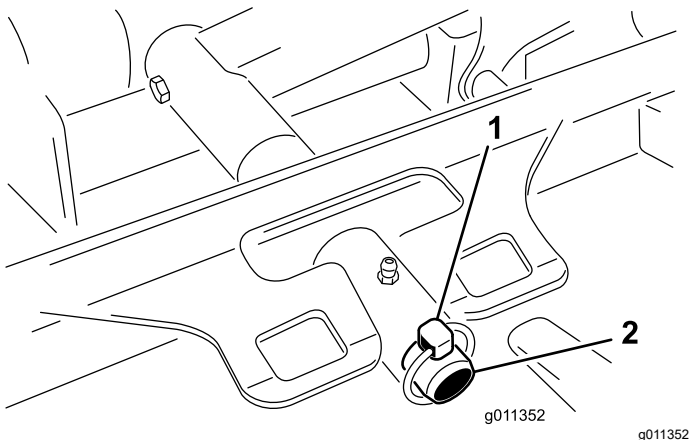

Figure 125
3. Retirez la goupille à anneau (Groundsmaster 4500) ou l'écrou de retenue (Groundsmaster 4700) qui fixe le bâti porteur de l'unité de coupe à l'axe de pivot du bras de levage (Figure 125).
2. Faites glisser le bâti porteur de l'unité de coupe sur l'axe de pivot du bras de levage (Figure 125). Fixez l'unité sur l'axe à l'aide de la goupille à anneau (Groundsmaster 4500) ou de l'écrou de retenue (Groundsmaster 4700).